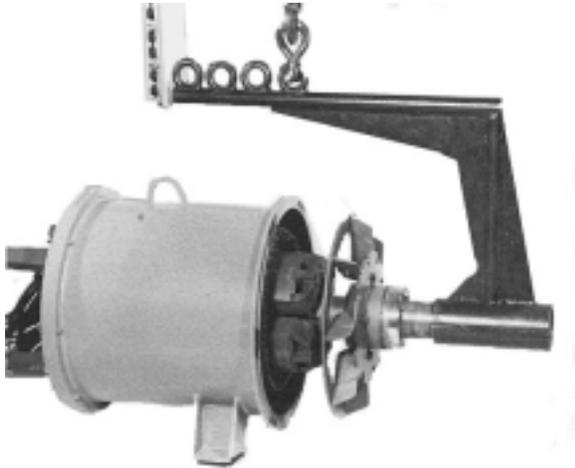

Figure 6-54
2. En utilisant un appareil spécial pour lever le rotor et une élingue de section suffisante, mettre en place avec précautions le rotor principal en le passant entre la flasque d'entraînement. (Figure 6-54). Faire passer avec précautions les fils de sortie du rotor par le trou d'arbre de la flasque palier lors du montage du rotor.